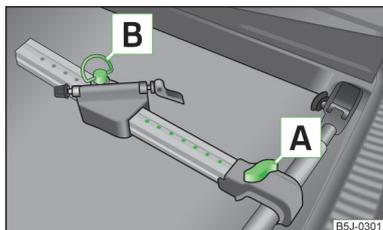

Fig. 54
- Extraer el tornillo **A** » fig. 54 un poco y deslizar el larguero (pieza de aluminio) hacia el travesaño hasta que el soporte encastra.
- Aflojar el tornillo **A** » fig. 54 de la página 70 y deslizar el portabicicletas junto con la bicicleta sujeta hacia la izquierda de modo de que el manillar no toque la ventanilla del maletero.